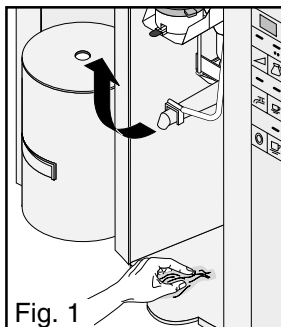

Fig. 1
- De grendel (1) op de drager naar achteren drukken. De filterplaat (2) compleet verwijderen en in heet water afspoelen (fig. 1).
- De deur, de behuizing en de bodem van de automaat van binnen met een vochtige doek reinigen (fig. 1).